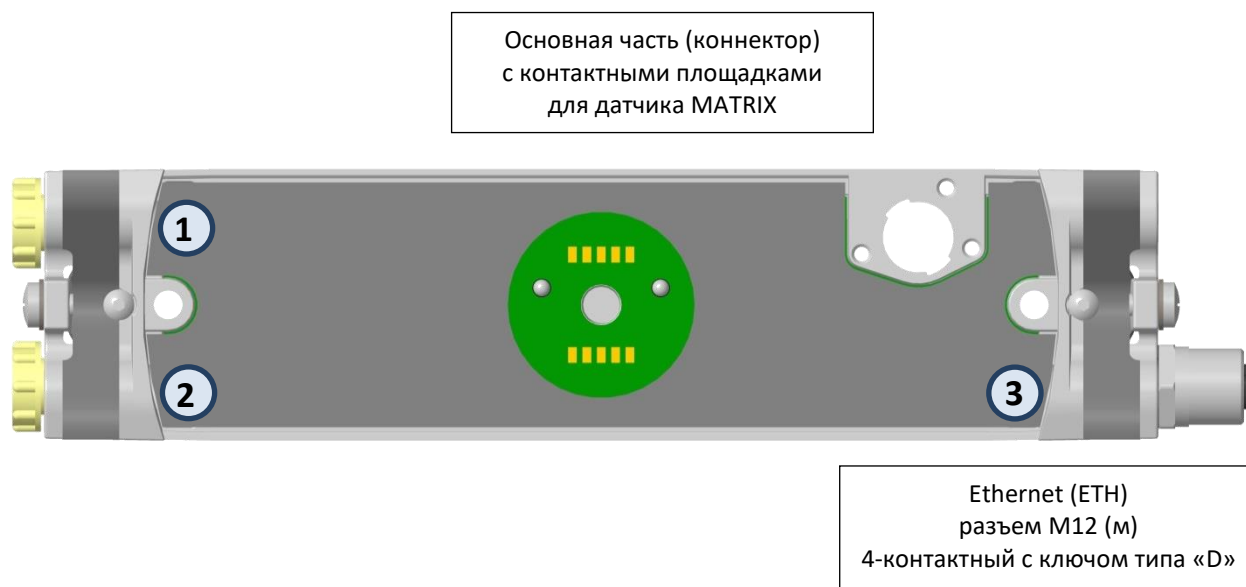

Рис. 1: Схема соединения коннектора
- **интерфейс Ethernet с PoE** (Power over Ethernet, питание по Ethernet) через разъем M12 (4-контактный с ключом типа «D») реализован разъемом №3 (рис. 1)
- разъемы **1** и **2** не подсоединены и заглушены крышками (рис. 1)